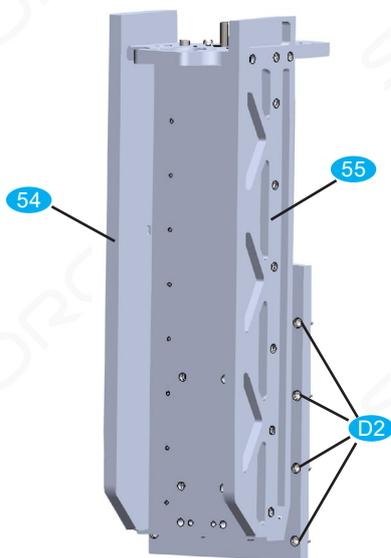

Bild 36: Baugruppe Z-Achse
- Schmiernippel an den Laufwagen zeigen zueinander und nach außen (rote Pfeile in Bild 36), dazu Schmiernippel ggf. verdrehen bzw. an gegenüberliegende Stirnseite umschauben.